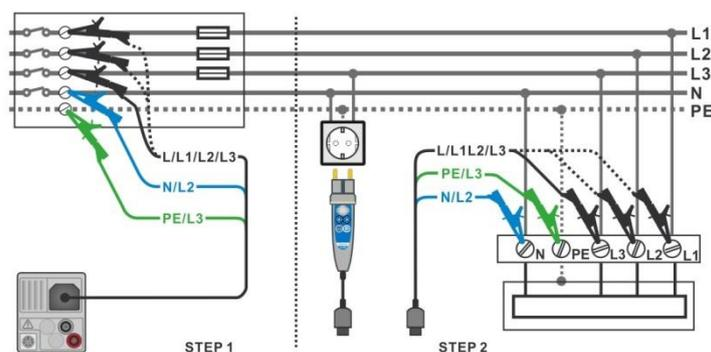

Abbildung 8.4: AUTO TT Messung
- › Schließen Sie die Prüflleitungen oder den Commander Prüfstecker am Prüfling an, siehe **Abbildung 8.4**.